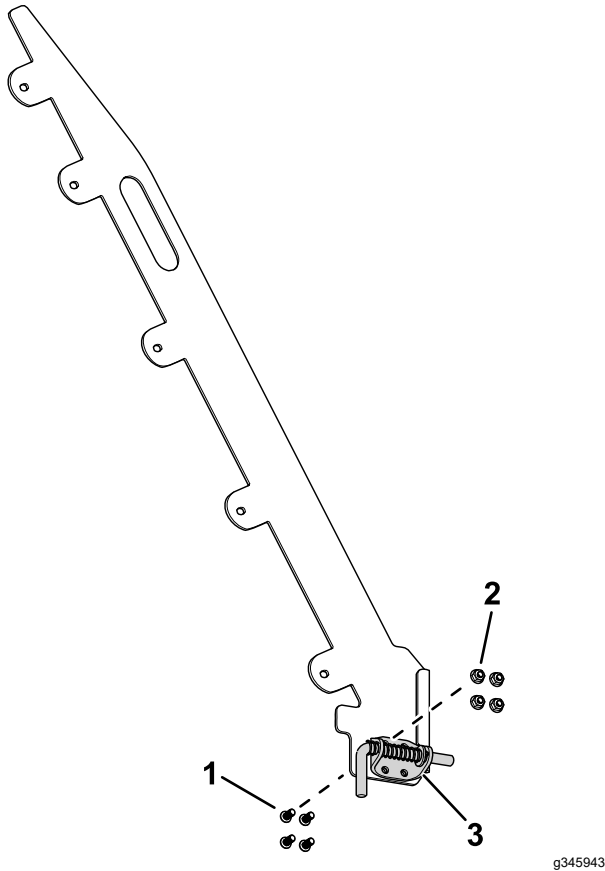

Figura 9
1. Utilice 4 tornillos con cabeza Torx y 4 tuercas (5/16") para fijar el soporte del pasador del cierre a la placa de guía en el conjunto de la rampa (Figura 9).